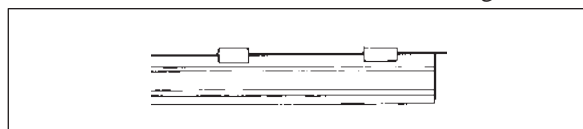

Fig. 28
3. Fissare la fascia con il nastro di carta. Fig. 28